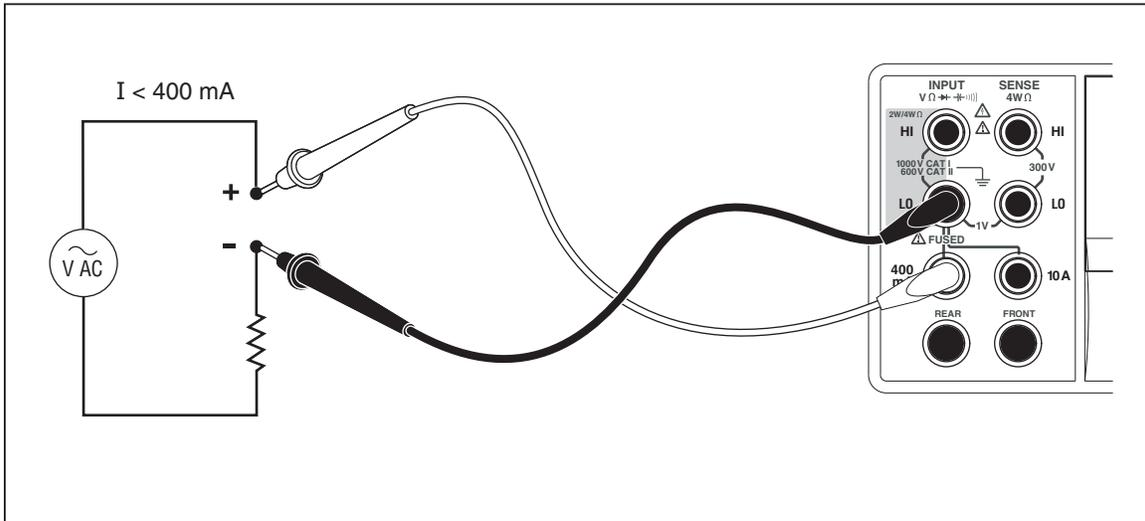
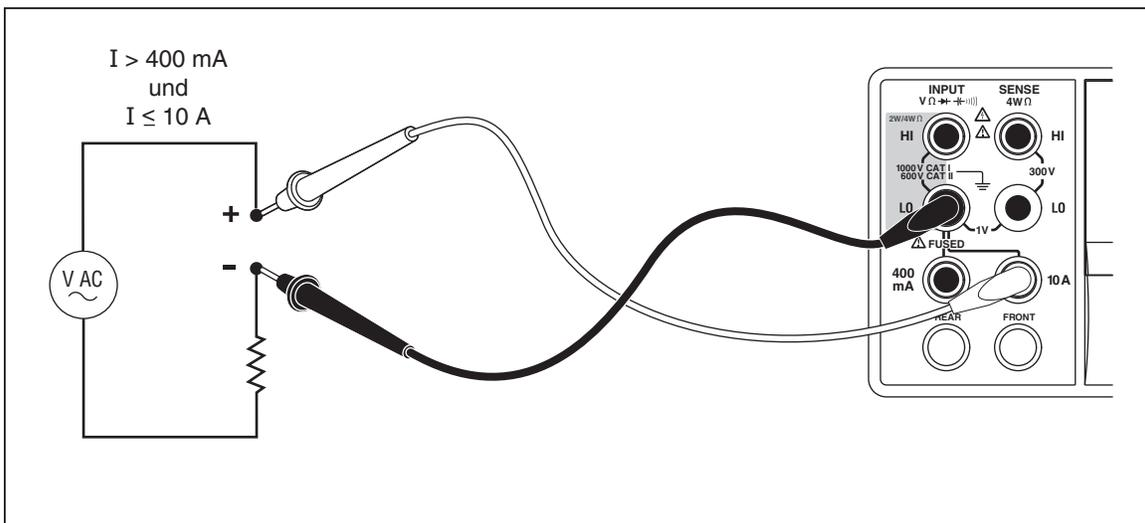

Abbildung 4-4. Eingangsanschlüsse für Strommessungen unter 400 mA
Abbildung 4-5. Eingangsanschlüsse für Strommessungen über 400 mA
1. Die Messleitungen gemäß Abbildung 4-4 (Ströme kleiner 400 mA) bzw. Abbildung 4-5 (Ströme bis 10 A) an den Eingangsanschlüssen des Messgeräts und an den zu messenden Stromkreis anschließen.
1. Die Messleitungen je nach dem zu erwartenden Strompegel gemäß Abbildung 4-4 bzw. Abbildung 4-5 an den Eingangsanschlüssen des Messgeräts und an den zu messenden Stromkreis anschließen.